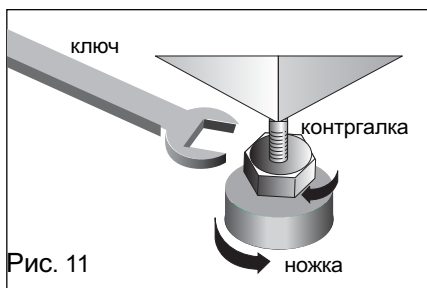

Рис. 11
- ❑ Защитить ножки при помощи контргайек (рис. 11)